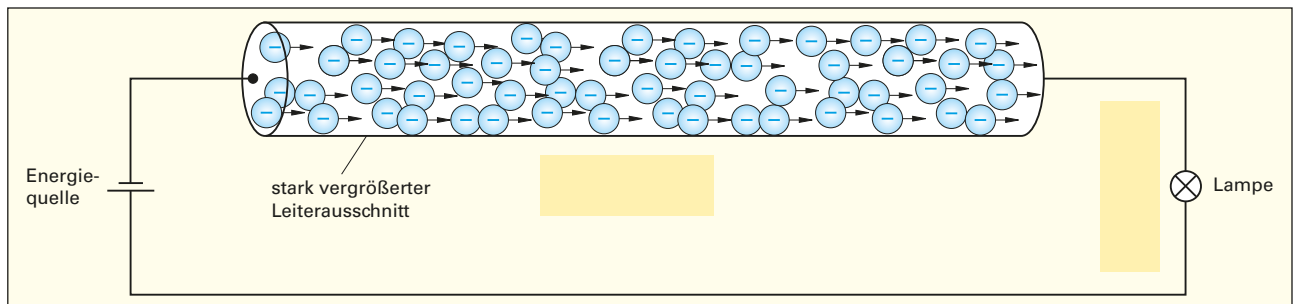

Bild 1: Stromfluss im Leiter
- Das **Bild 1** zeigt den vereinfachten Ausschnitt eines metallischen Leiters mit der Flussrichtung der Elektronen. Tragen Sie die Bezugspfeile und das Formelzeichen für die technische Stromrichtung ein.